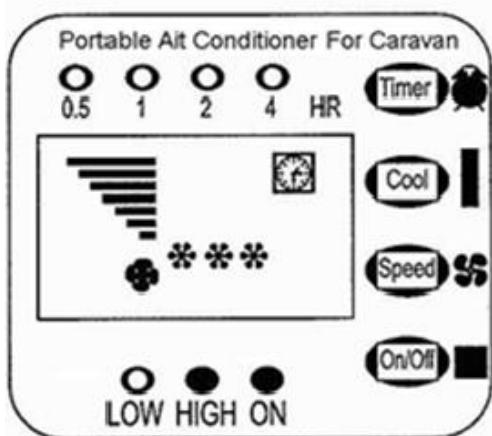

Fig. 5
Trykk KJØL på nytt for å stille omgivelsestemperaturen til 22°C. Skjermen vil vise tre (3) stjerner (fig. 5).